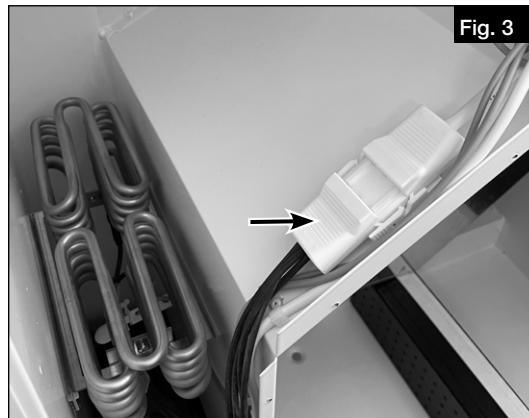

Fig. 3
4. Poser le post-chauffage électrique sur l'étrier et le visser de l'autre côté (voir Fig. 3).
5. Faire passer le câble de raccordement sous le câble du ventilateur, puis le brancher (voir Fig. 3).